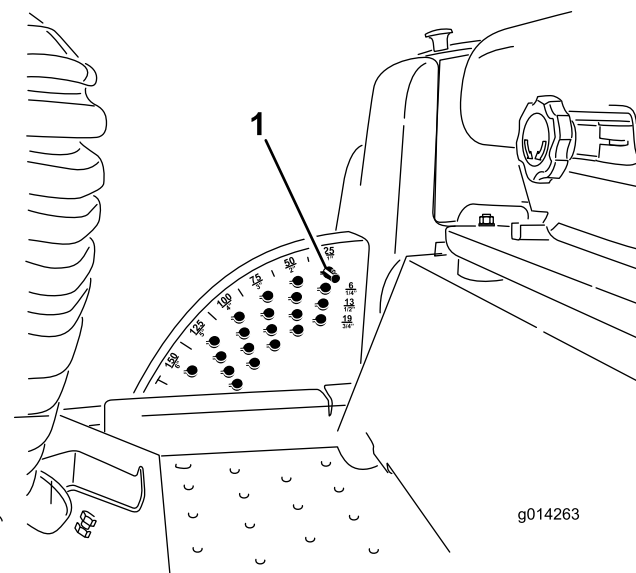

Figura 26
1. A motore acceso, tirate indietro l'interruttore di sollevamento del piatto di taglio fino a sollevare completamente il piatto e **rilasciate immediatamente l'interruttore** (Figura 26).
2. Girate la spina di arresto fino a quando la protuberanza sulla medesima non si trova allineata con gli intagli previsti nei fori della staffa dell'altezza di taglio, quindi rimuovetela (Figura 26).
3. Nella staffa dell'altezza di taglio scegliete un foro corrispondente all'altezza di taglio richiesta, inserite la spina e bloccatela per mantenere questa posizione (Figura 26).
Nota: Vi sono 4 file di fori di posizionamento (Figura 26). La fila superiore fornisce l'altezza di taglio elencata sopra la spina. La seconda fila fornisce l'altezza elencata più 6 mm. La terza fila fornisce l'altezza elencata più 13 mm. La fila inferiore fornisce l'altezza elencata più 18 mm. La posizione di 15,8 cm ha un solo foro, situato nella seconda fila, che non aggiunge 6 mm alla posizione di 15,8 cm.